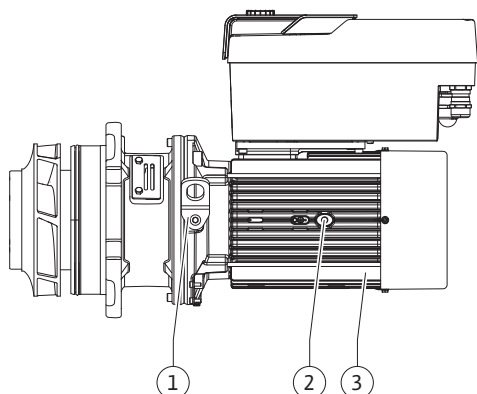

Fig. 98: Kit embrochable
11. Nettoyer la rainure de la lanterne et poser un joint torique neuf (Fig. I, pos. 19).
13. Insérer le kit embrochable (voir Fig. 98) dans le corps de pompe jusqu'à l'ancienne position ou à un angle différent. Respecter les positions de montage admissibles des composants (voir le chapitre « Positions de montage autorisées et modification de la disposition des composants avant l'installation » [► 23]).
14. L'utilisation de goujons de montage est recommandée (voir le chapitre « Accessoires » [► 19]). Lorsque le guidage de la lanterne est sensiblement engagé (environ 15 mm avant la position finale), il n'y a plus de risque de basculement ou de coincement. Dès que le kit embrochable est sécurisé par au moins une vis (Fig. I/III, pos. 10 ou Fig. III, pos. 29), les éléments de fixation peuvent être retirés des œillets de transport.